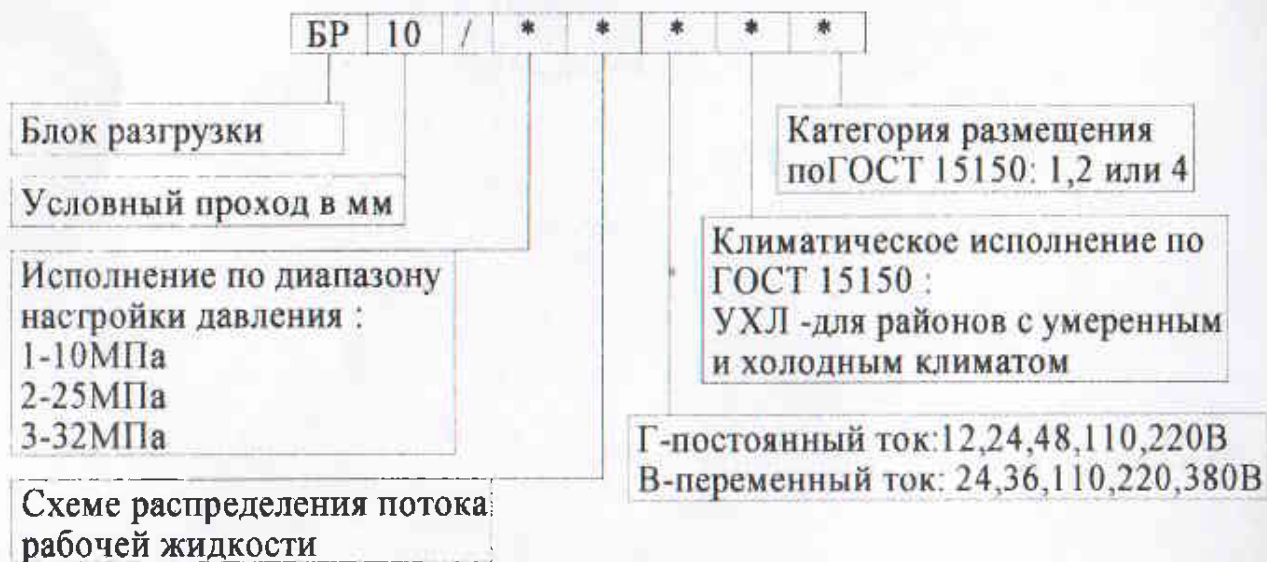

Рис.1.1. Структура условного обозначения блока
1.4 Структура обозначения блока представлена на рис.1.1
При включении электромагнита гидрораспределителя со стороны канала А золотник занимает положение "а" (см. гидравлическую схему на рис. 1.1), разгрузка гидросистемы прекращается и рабочая жидкость поступает в канал А. Если электромагнит гидрораспределителя РЕ 10.3-64 * включить со стороны канала В, то золотник займет положение "b" и рабочая жидкость поступит в канал В. В случае если нагрузка на исполнительных механизмах, подключенных к каналам А и В, превысит усилие пружины, настроенной на определенное давление клапана предохранительного, конический клапан сместится и пропустит поток рабочей жидкости на слив, предохраняя гидросистему от перегрузки.